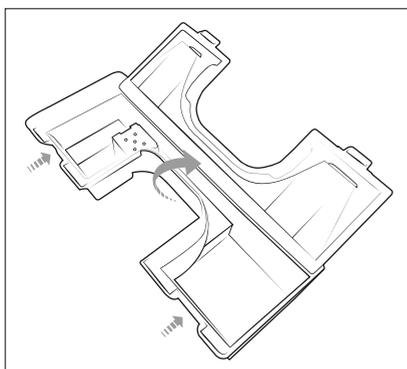

Fig. 11
- 4) Sostenere il serbatoio dell'acqua sporca **13** sopra un lavello e premere successivamente verso l'alto i due tasti di sblocco laterali (vedere fig. 11). Aprire il serbatoio dell'acqua sporca **13** e versare via l'acqua sporca.